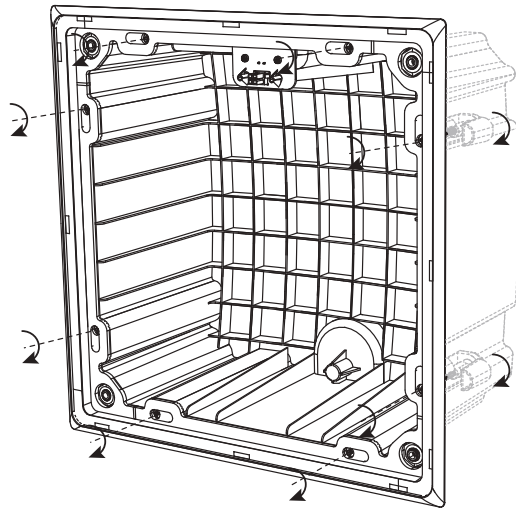

Fig. 18. Tighten the mounting clamp screws (X8)
- 3. Sostenga la lata trasera en su lugar en el techo, mientras aprieta los tornillos de la abrazadera de montaje en el sentido de las agujas del reloj (Fig. 18). Haga esto sistemáticamente hasta que las ocho abrazaderas estén en su posición y sujeten la parte trasera de forma segura al panel de yeso del techo.